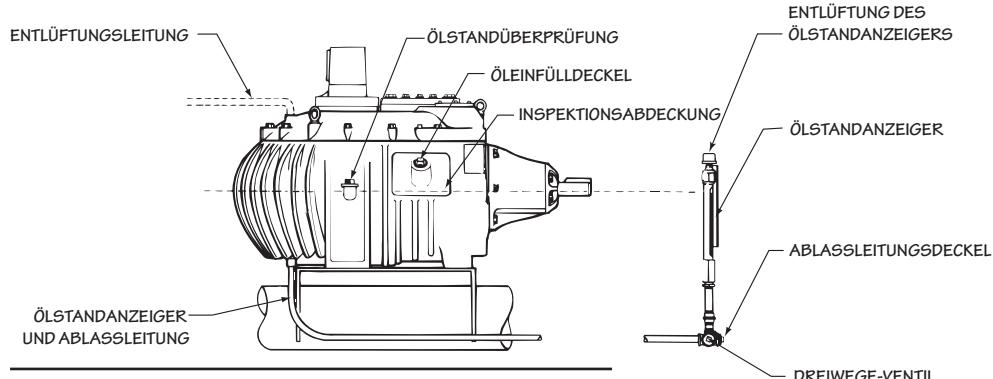

Abbildung 2 Wartungsfittings
Nachdem die Überprüfung abgeschlossen wurde, füllen Sie den Geareducer mit **70 Liter** (18,5 Gallonen) Öl. Siehe **Abbildung 2** bezüglich der Stelle. Wenn der Geareducer mit einem externen Ölmessstab/Ölstandsanzeiger ausgestattet ist, werden zusätzlich 3 bis 4 Liter (3 bis 4 Quarts) Öl benötigt. Stellen Sie sicher, dass die Entlüftungsöffnung am Geareducer (und am externen Ölmessstab/Ölstandsmesser, falls vorhanden) nicht verstopft ist. Überprüfen Sie, ob die Manometer-/Ablassleitung gefüllt ist und ob es keine Lecks an den Anschlägen gibt.
1. Füllen Sie Öl an der Öffnung der Inspektions-Abdeckung ein, bis die Voll-Markierung am Geareducer-Gehäuse und am Ölstandsanzeiger erreicht ist. Siehe **Abbildung 2 und 3**. Montieren Sie den Deckel.
Der Kühlturn hat einen externen Ölstandsanzeiger und eine Abblasleitung mit einem Dreiwege-Ventil unter dem Ölstandsanzeiger. Siehe **Abbildung 2**.